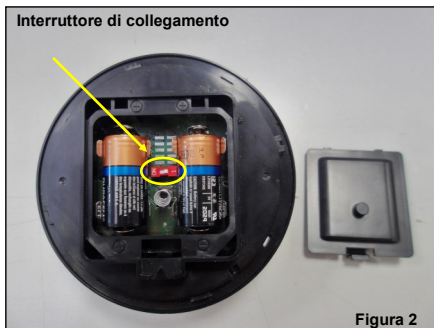

Figura 2
1) Spostare il cursore dell'interruttore di link da ON a 1 (ON=NON PROGRAMMATO, 1=PROGRAMMATO). Gli indicatori LED segnalano "Collegamento al sistema" (figura 2).
- Spostare alternatamente l'interruttore di collegamento su ON / 1 (alternandolo) cinque volte (figura 2)